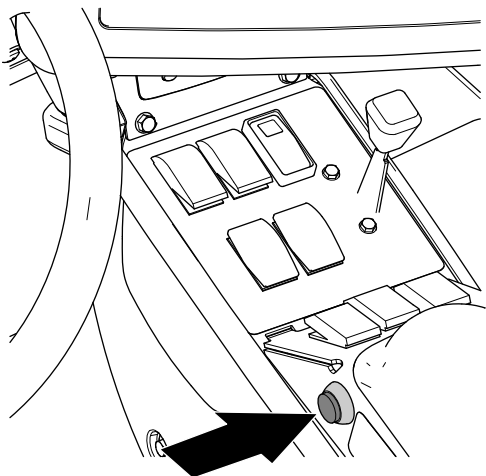

Рисунок 203
7. На машине установите главный выключатель секций в положение ON (Вкл.) (Рисунок 203)